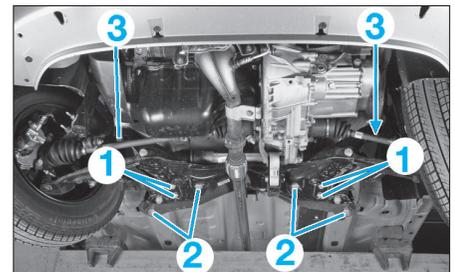

FIG. 12
- Déposer les vis (2) et (3) (Fig.12).